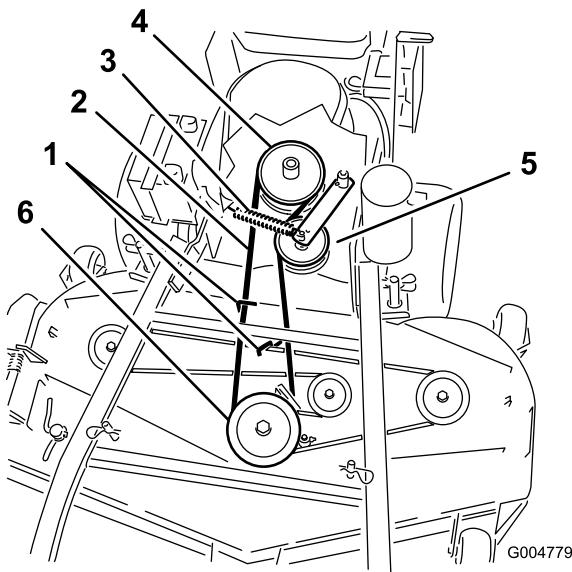
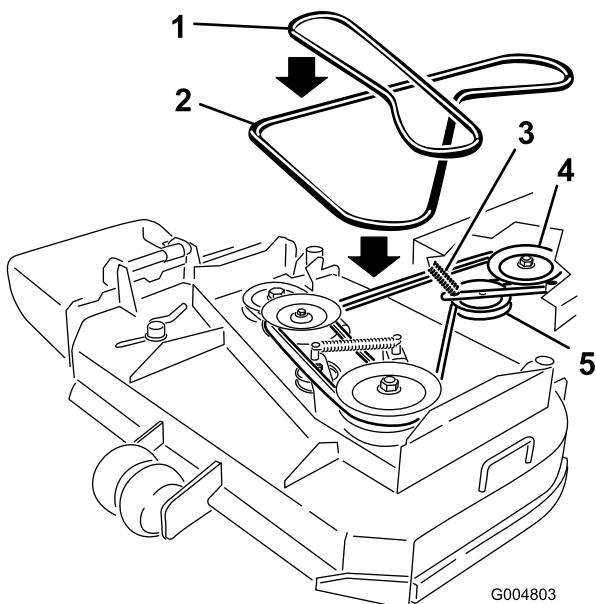

Figure 50
Figure 51
6. Retirez la courroie de la poulie centrale sur le plateau de coupe (Figure 50). Reportez-vous à la Figure 51 pour enlever la courroie de la poulie gauche sur un plateau de coupe de 36 pouces. Procédez avec précaution lors du retrait de la courroie, car la tension est augmentée par la poulie de tension rappelée par ressort.
7. Retirez la courroie de la poulie de moteur et la poulie de tension rappelée par ressort (Figure 50). Reportez-vous à la Figure 51 pour déposer la courroie des poulies sur le plateau de coupe de 36 pouces.
8. Placez une courroie neuve sur la poulie de moteur et la poulie de tension rappelée par ressort (Figure 50).
9. Installez la courroie sur la poulie centrale du plateau de coupe (Figure 50). Procédez avec précaution lors de la repose de la courroie, car la tension est augmentée par la poulie de tension rappelée par ressort. Reportez-vous à la Figure 51 pour installer la courroie sur la poulie gauche sur un plateau de coupe de 36 pouces.
11. Réglez l'écartement entre le guide et la courroie à 3 mm (1/8 po) pour les plateaux de coupe de 40, 48 et 52 pouces (Figure 50).